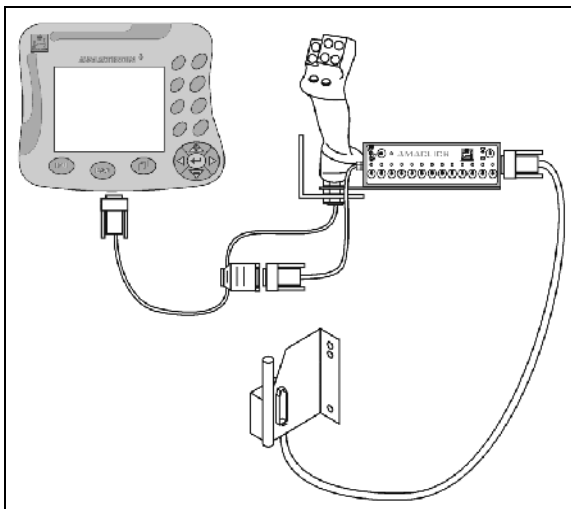

Fig. 135
- de forma correspondiente con el joystick multifuncional Fig. 135.